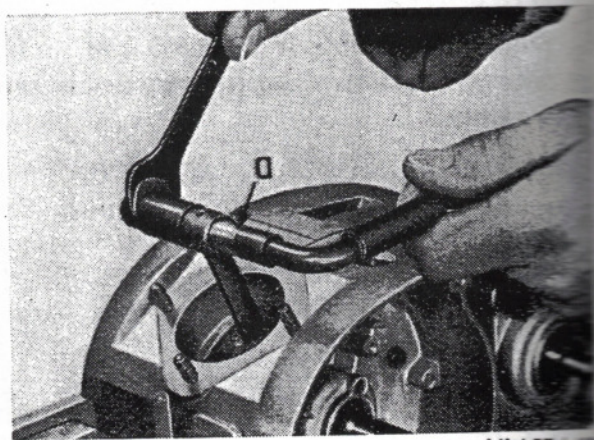

Abb. 51 Pleuelbüchse aus- und einziehen
1. Alte Pleuelbüchse unter gleichzeitigem Einziehen der neuen Pleuelbüchse mit dem Aus- und Einzieher, wie Abb. 51 zeigt, ausdrücken.